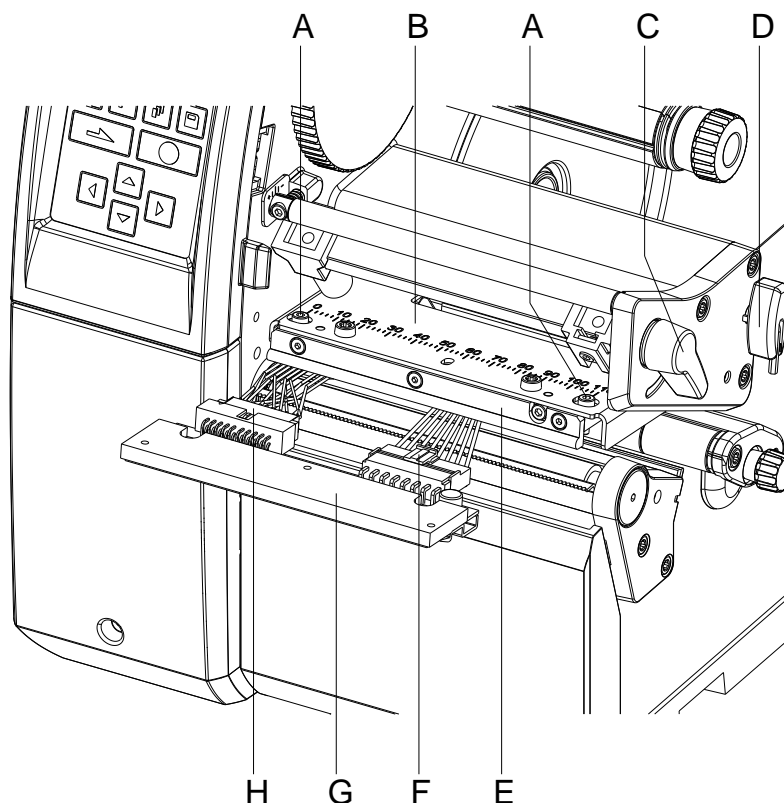

Figure 7
2. Tourner le levier (C, Figure 7) dans le sens inverse des aiguilles d'une montre pour déverrouiller la tête d'impression
4. Desserrer la vis (B).
5. Appuyer sur le verrou (A) et tirer avec précaution la cellule d'étiquettes vers l'extérieur par la manette (C). S'assurer que le câble de la cellule d'étiquettes ne soit pas tendu.
6. Nettoyer la cellule d'étiquettes et les fentes du capteur (D) avec un pinceau ou un coton-tige imbibé d'alcool pur.
7. Repousser la cellule d'étiquettes avec la manette (C) et la régler (voir chapitre **Fehler! Verweisquelle konnte nicht gefunden werden.**, page **Fehler! Textmarke nicht definiert.**).
9. Tourner le levier (C, Figure 7) dans le sens des aiguilles d'une montre pour verrouiller la tête d'impression.
1. Tourner le levier (C, Figure 7) dans le sens inverse des aiguilles d'une montre pour déverrouiller la tête d'impression
4. Pousser la cellule d'étiquettes de la manette (C) au panneau arrière jusqu'à la boutée et tirer le câble du connecteur au fin arrière de la cellule d'étiquettes.
5. Appuyer sur le verrou (A) et tirer avec précaution la cellule d'étiquettes vers l'extérieur par la manette (C). Pousser la plaque de distance (E) sur le guidage de la cellule.
7. Pousser la cellule d'étiquettes de la manette (C) en direction de la paroi.
8. Appuyer sur le verrou (A) et repousser la plaque de distance (E) dans le guidage de la cellule.
13. Tourner le levier (C, Figure 7) dans le sens des aiguilles d'une montre pour verrouiller la tête d'impression.